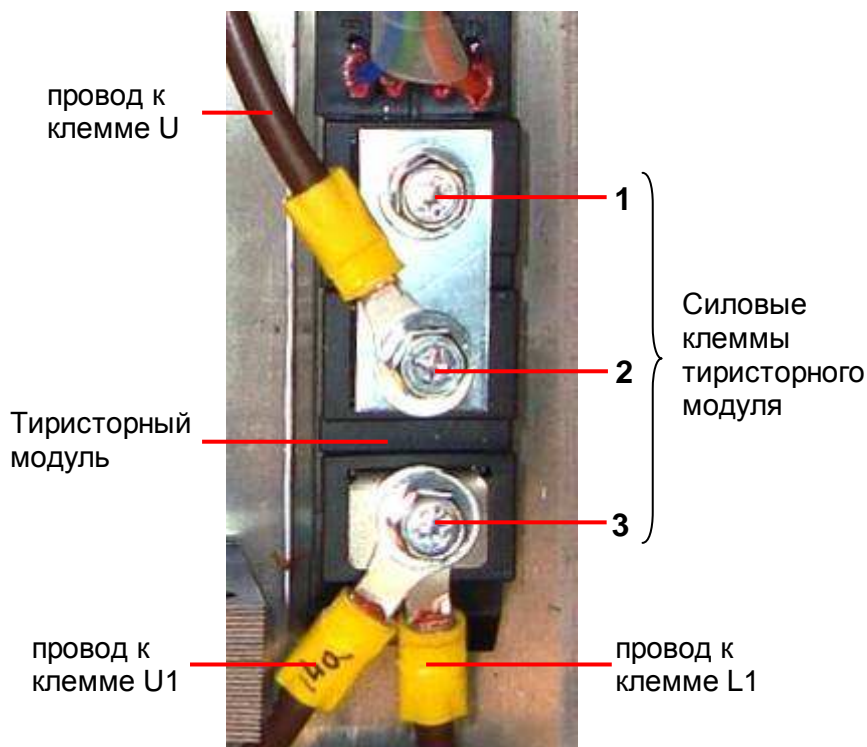

Рис. 7.4 Установка модуля фазы L1
7.1.6. Присоединить провода к силовым клеммам тиристорного модуля, как показано на рис.7.4: перемычку между клеммами 1 и 2, провод выхода U к клемме 2, провода выхода U1 и входа L1 к клемме 3.